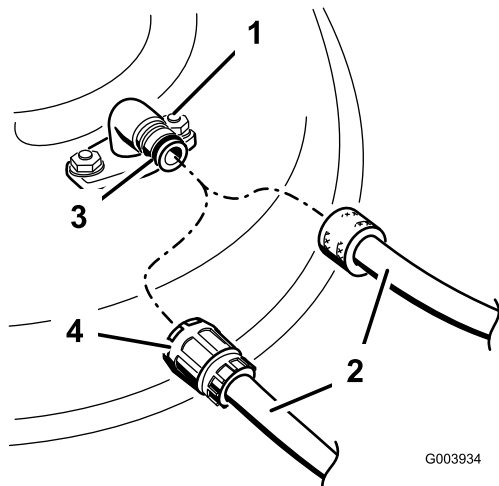

Figura 26
4. Fixe uma mangueira ao encaixe para lavagem e abra a água a alta pressão (**Figura 26**).